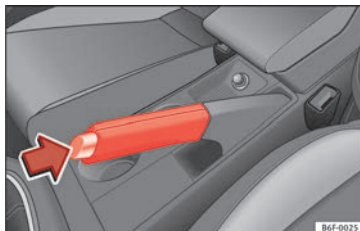

Fig. 176 Il freno a mano, ubicato tra i due sedili anteriori.
- Tirare con decisione la leva del freno a mano verso l'alto » **fig. 176**.
- Tenendo premuto (nella direzione indicata dalla freccia » **fig. 176**) il tasto di sblocco, spostare prima la leva leggermente verso l'alto e poi abbassarla del tutto » **P**.